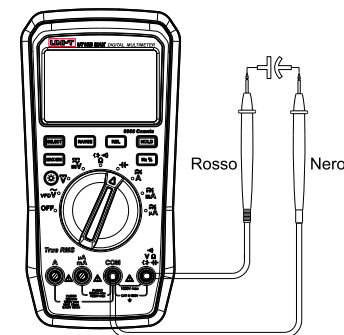

Figura 6
5. Misura della capacità (Figura 6)